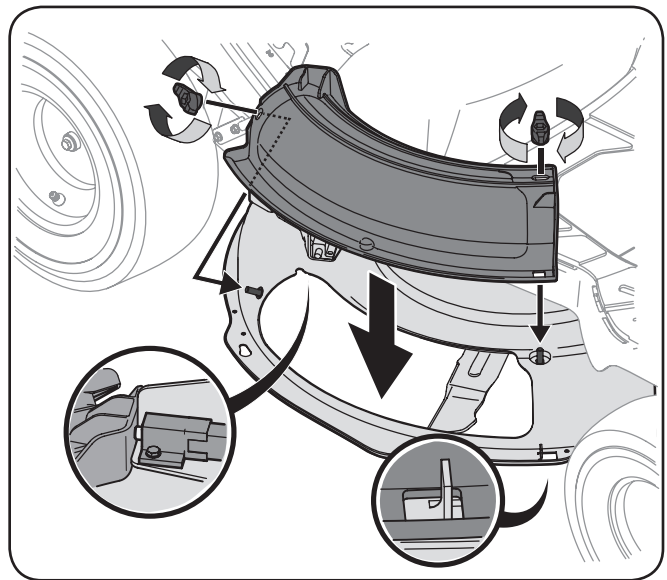

Figura 1-2
1. Instale la clavija de abono en la abertura de descarga de la cubierta de la cubierta. Los pernos en la superficie de la cubierta se ajuste a través de los agujeros en la parte superior de la clavija de abono. La pequeña pestaña en la zona del labio cubierta se ajuste a través de la abertura cuadrada en la parte inferior de la clavija de abono. Vea la Figura 1-2.